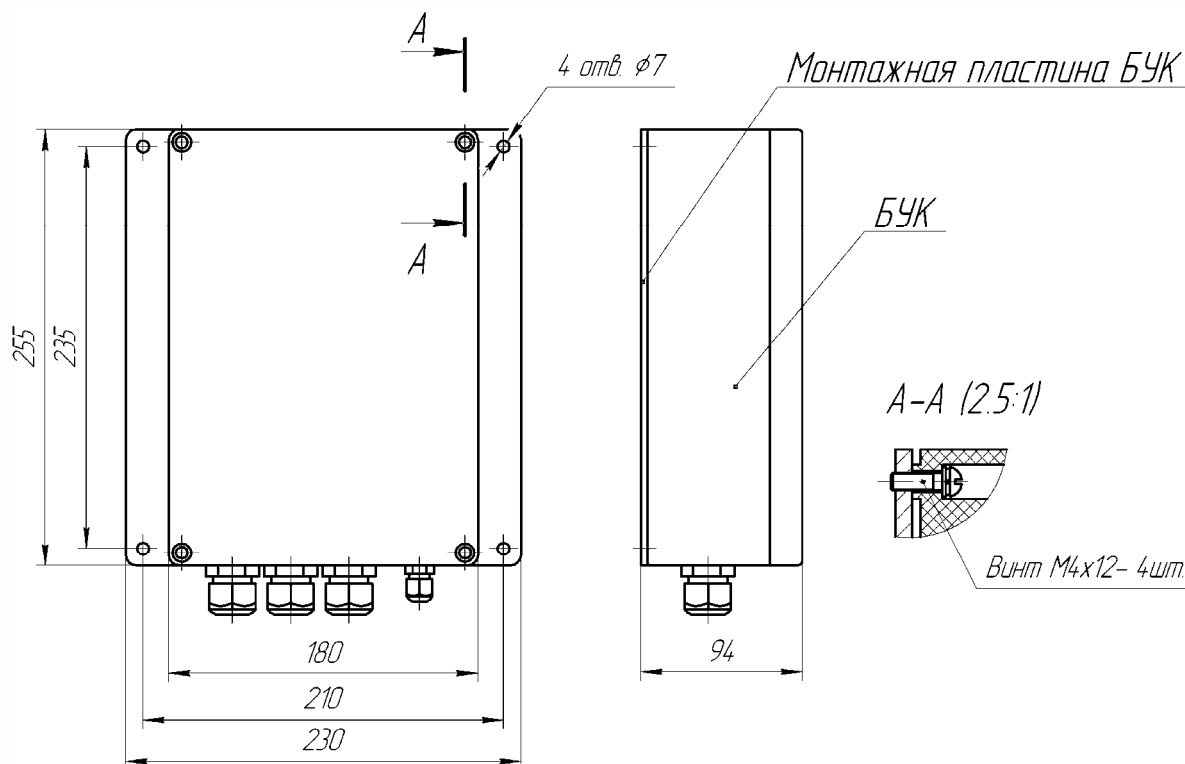

Рис. 6.2. Установка блока управления и контроля на монтажную пластину
Блок управления и контроля прикрепляется к пластине монтажной винтами (входят в комплект влагомера) в соответствии с Рис. 6.2. Пластина с блоком управления и контроля устанавливается в непосредственной близости от клеммной коробки (в стандартную комплектацию входит кабель клеммная коробка – блок управления и контроля длиной 1 м). При необходимости допускается удлинение кабеля до 21 м (см. п. 7). Для установки блока управления и контроля следует выбирать места с минимальным уровнем вибраций (колонны, капитальные стенки и т. п.). Высота крепления блока управления и контроля должна обеспечивать удобный доступ для обслуживания (150...170 см от пола). Габаритные и присоединительные размеры блока управления и контроля и монтажной пластины приведены на Рис. 6.2.
- При необходимости (например, для отправки на предприятие-изготовитель) демонтируйте блок управления и контроля с монтажной пластины (Рис. 6.2).